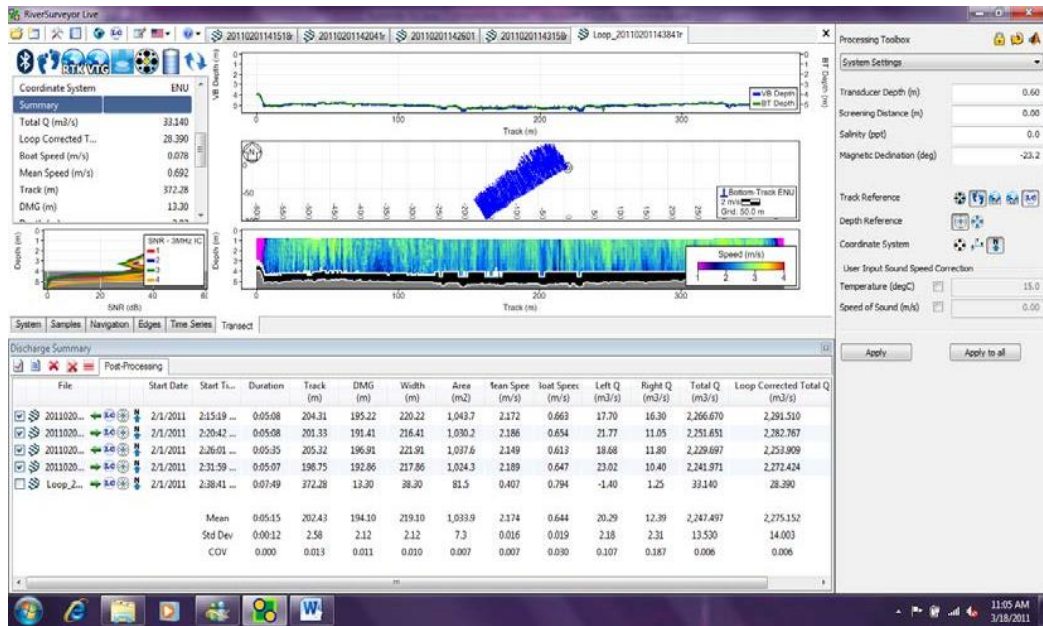

Figura 109. Corrección con el Método de doble recorrido
- Presione el icono **LC** al final de las opciones de **Trayectoria de referencia** (**Track Reference**) en la Caja de Herramientas de Procesamiento en el lado derecho de la pantalla. Presione **Aplicar a todo** (**Apply to all**) para efectuar la corrección del doble recorrido a las mediciones abiertas. Tan pronto como se efectúe (si es válida) la corrección, el **Resumen del Gasto** y la barra de resumen lateral se actualizarán para mostrar el **Q Total Corregido por el Método de doble recorrido** como se muestra en la figura 109: